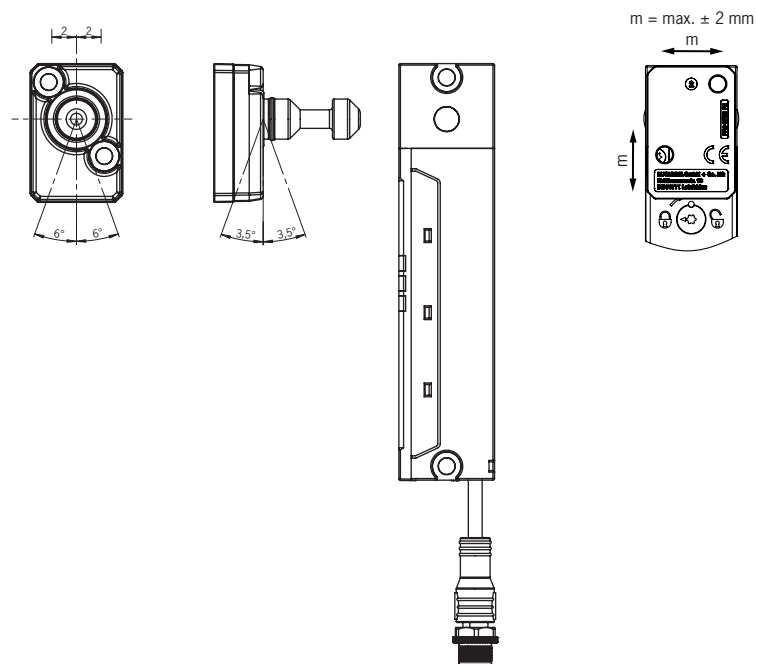

Fig.5: Déviation actionneur maximale et désaxage maximal
- Respectez l'angle d'inclinaison admissible entre l'interrupteur et l'actionneur, voir Fig.5 *Déviat ion actionneur maximale et désaxage maximal*, page 19.